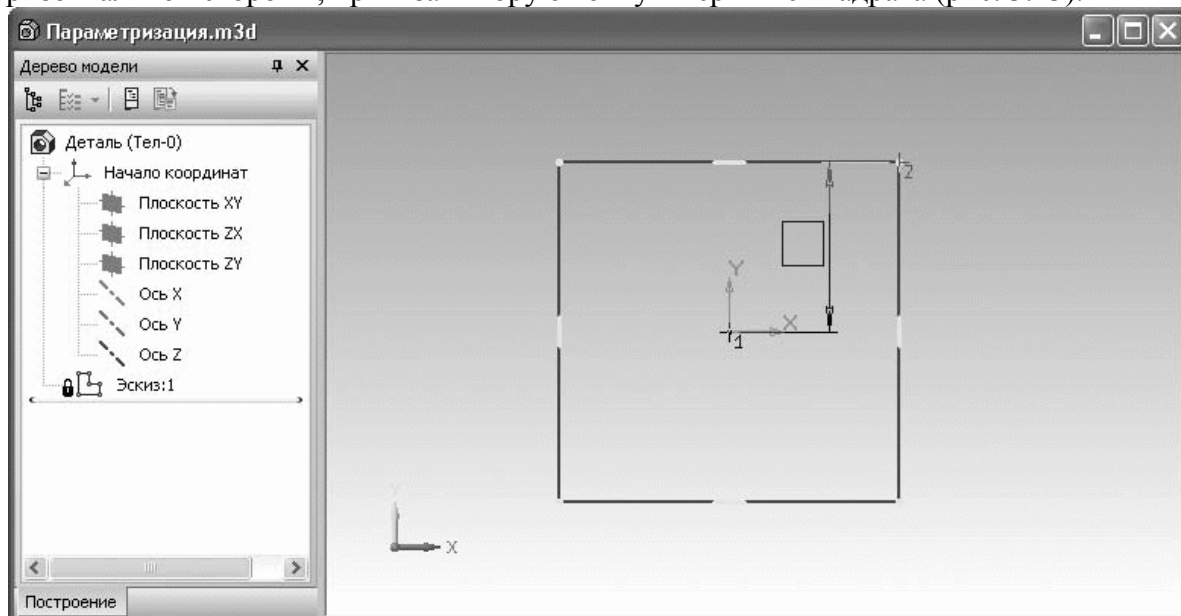

Рис. 3.43. Простановка первого параметрического размера
2. Теперь необходимо задать переменные для изображения эскиза так, чтобы при изменении одной из них квадрат перестраивался, сохраняя положение своего центра и равенство длин сторон. Для этого перейдите на панель инструментов Размеры и нажмите кнопку Линейный размер. На панели свойств в группе кнопок Тип нажмите кнопку Вертикальный, чтобы включить создание вертикального размера. Установите размер от центра квадрата, совместив первую точку размера с точкой начала координат, до его верхней горизонтальной стороны, привязав вторую точку к вершине квадрата (рис. 3.43).